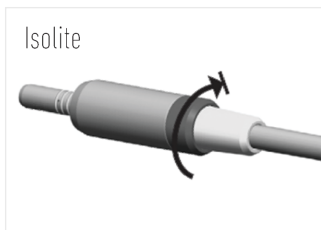

FIG. 4
3. Håll ordentligt i motorn och skruva på slanghylsan helt på den bakre motoranslutningen (FIG. 4).